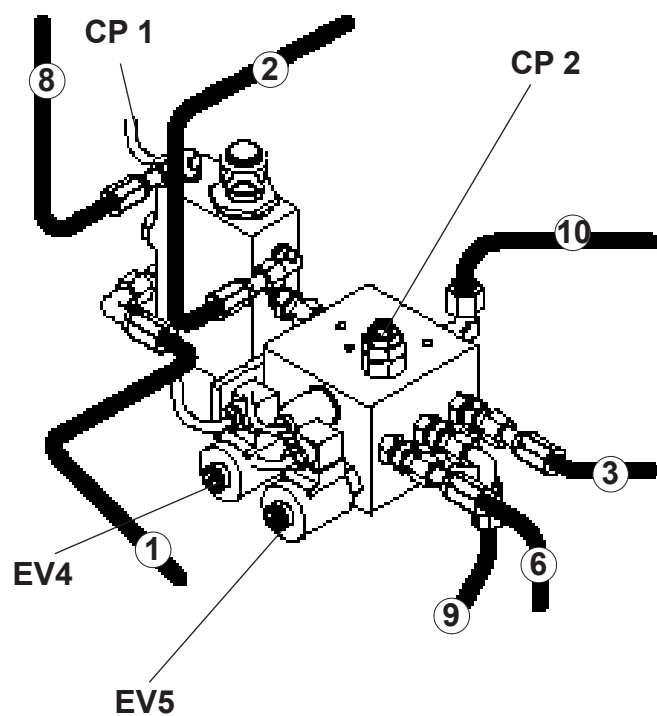
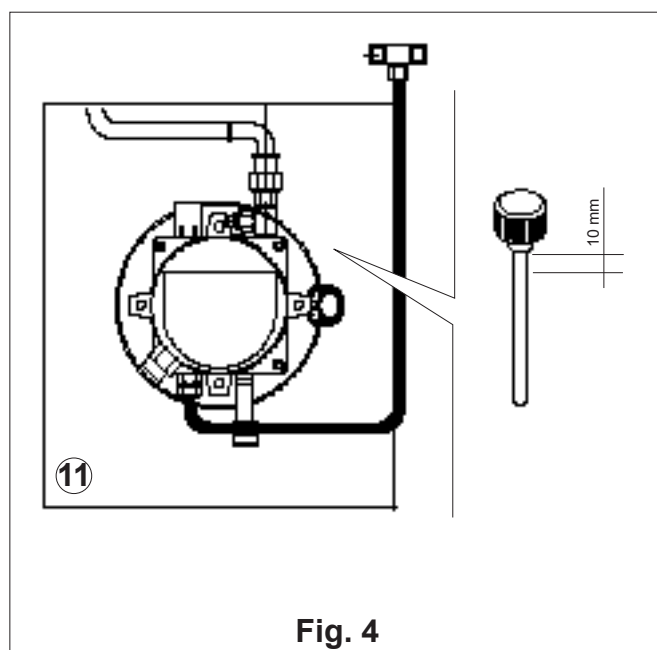

Fig. 3
Fig. 4
- Collegare il tubo (8) alla valvola e al cilindro (A).
- Collegare i tubi di drenaggio (4 e 5) alla centralina (11) mediante il tubo (7) (Fig.4).
- Riempire il serbatoio (12) con olio ESSO NUTO H32 od equivalente (Qt.).
- Collegare i cavi elettrici presenti centralina alle elettrovalvole EV4-EV5 e ai pressostatti CP1-CP2 (fig. 3).